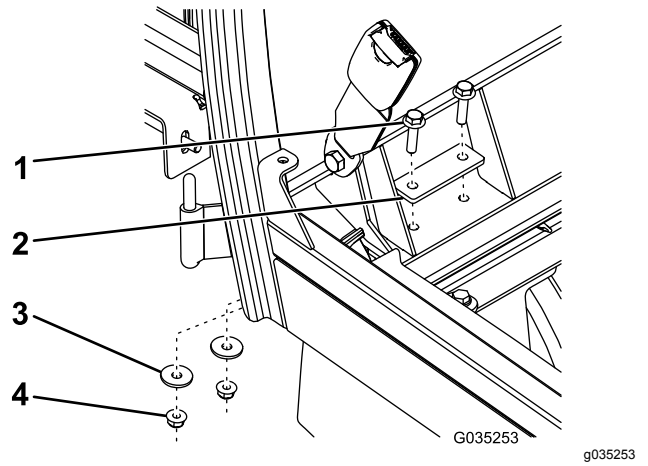

Figura 13
6. Prenda a parte posterior da estrutura da cabina aos suportes esquerdo e direito utilizando quatro parafusos de cabeça flangeada ($\frac{5}{16}$ pol. x $1\frac{1}{4}$ pol.), duas placas de suporte, quatro anilhas de cabeça chata e quatro porcas flangeadas ($\frac{5}{16}$ pol.) como se mostra na Figura 13.